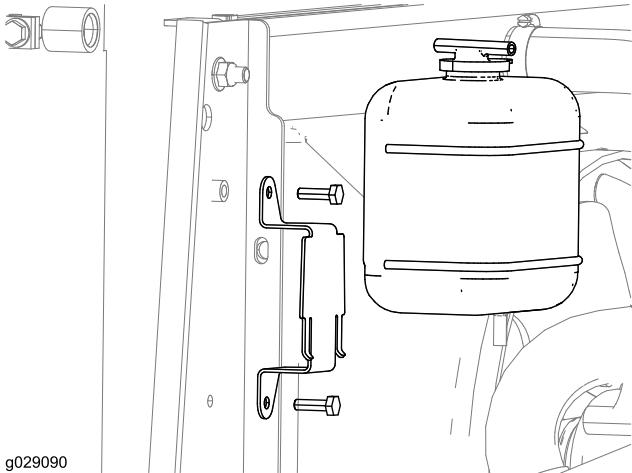

Bild 3
5. Nehmen Sie das Ausdehnungsgefäß des Kühlers und die Halterung von der Maschine ab, wie in Bild 3 abgebildet.